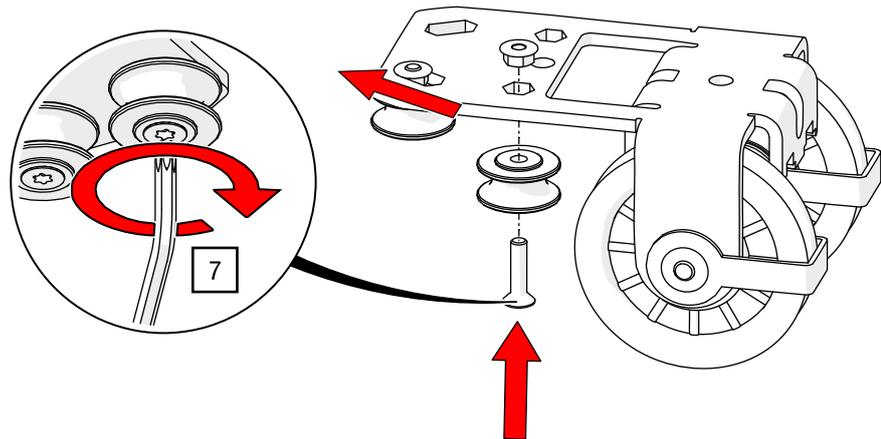

Abb. 92: Obenliegende Seilführung – Ableitrolle einstellen
7. Positionieren Sie die Führungsrollen an der Ableitrolle mit einem TORX®-Schlüssel T30 in Position für die obliegende Seilführung (siehe Abb. 92).